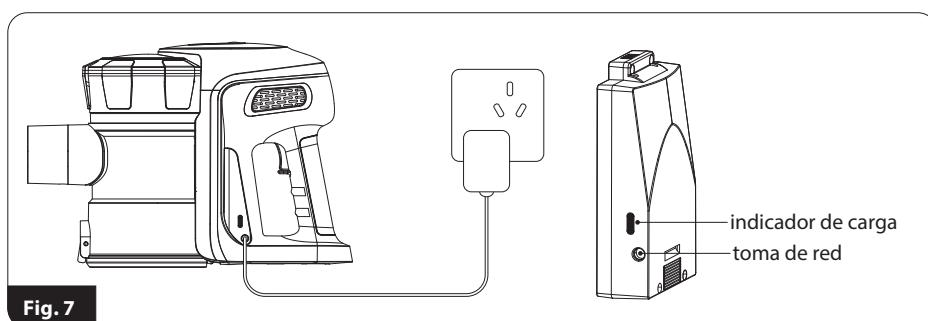

Fig. 7
2. Conecte el cable del cargador (25) al enchufe del cargador (6) y el cargador a un enchufe de pared (Fig. 7) - el indicador de carga (7) se pondrá rojo, lo que indica el proceso de carga.